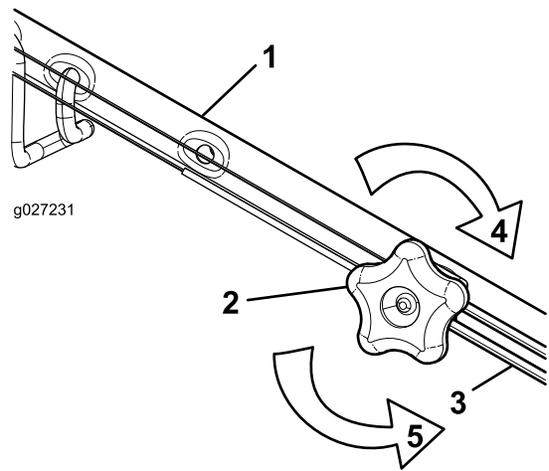

Figura 31
- Gire el pomo de ajuste en sentido antihorario para aflojar el cable (Figura 31).
- Ajuste la tensión del cable (Figura 31) tirando del mismo hacia atrás o empujándolo hacia adelante, y manténgalo en esa posición.